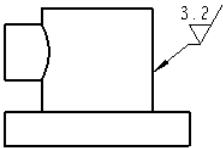
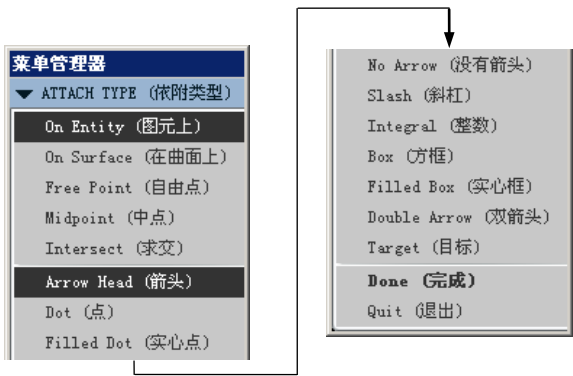

图 5.7.5 选取“引线”命令
图 5.7.6 “依附类型”菜单
- **Leader (引线)**：用引线引出粗糙度符号，如图 5.7.5 所示。选择该命令后，系统将弹出图 5.7.6 所示的 **ATTACH TYPE (依附类型)** 菜单，在该菜单中可设置引线的依附类型和箭头类型。